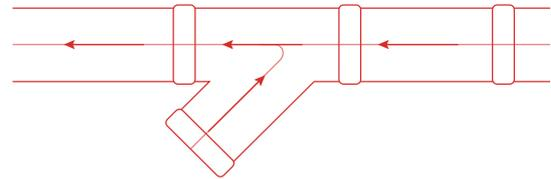

Abbildung 5
**Tipp 3:** Alle Abzweige in Richtung des Saugluftstroms installieren, siehe Abbildung 5